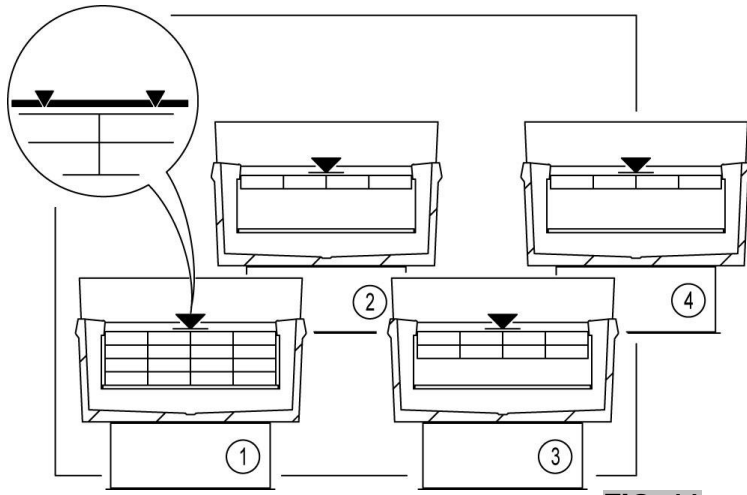

FIG. 11
- Non superare mai la linea di carico massimo riportata all'interno dell'isola (FIG. 11 pag. 6).